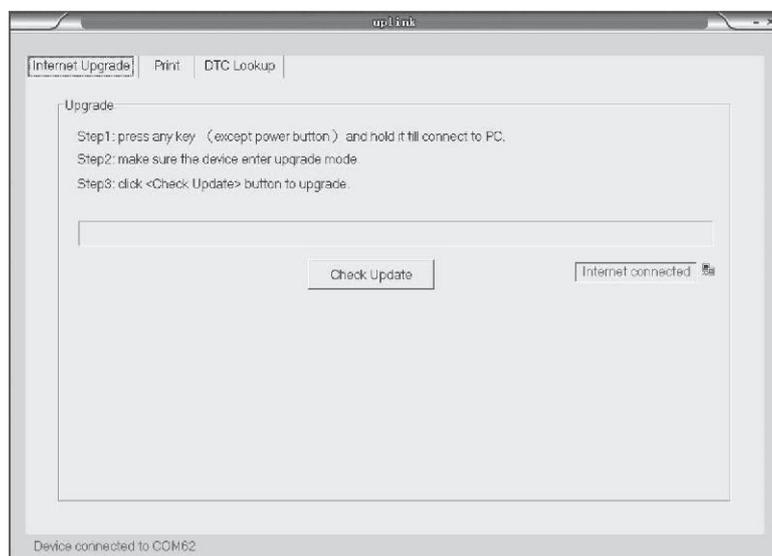

Figura 6.1
- 2) Ejecute uplink.exe en su computadora (Mac OS no es compatible);(Figura 6.1)